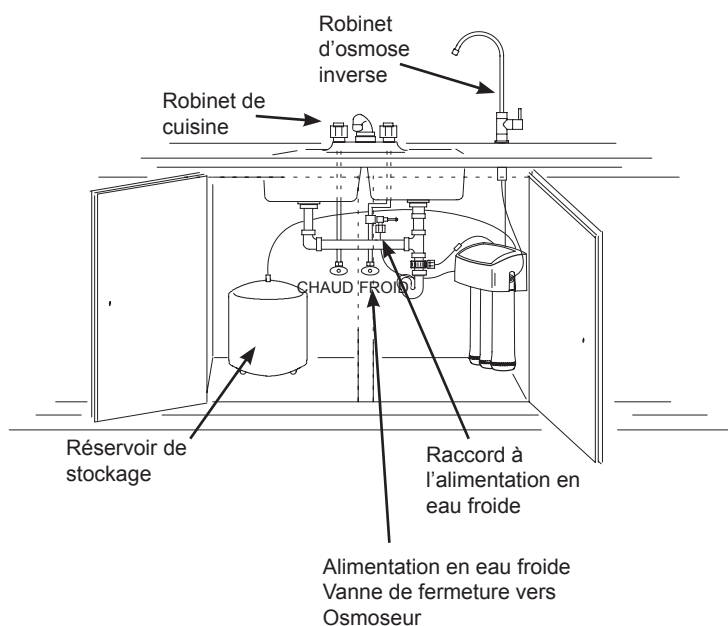

FIG. 22
2. Assurez-vous que la vanne d'arrêt située sur le raccord d'alimentation en eau froide (cf Fig. 22) est ouverte.